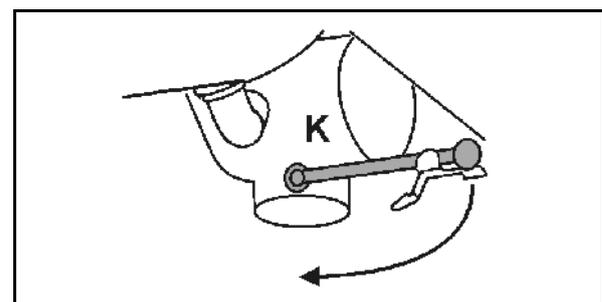

Fig. 92
6. Gegebenenfalls finale Restmenge über Ablasshahn (Fig. 92/K) auf dem Feld entleeren.